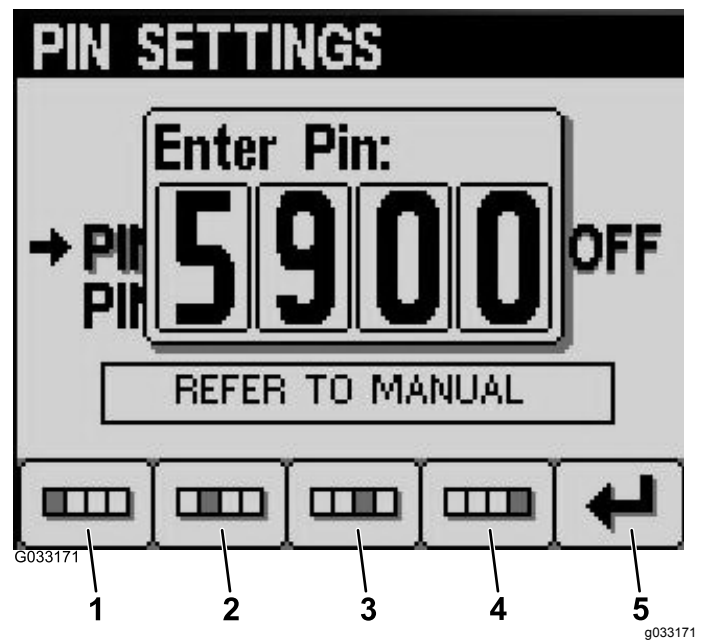

Figura 23
6. Introduzca el PIN predeterminado, 5900, en la pantalla Introducción del PIN, usando los botones 1 a 4 para seleccionar los dígitos, y pulse el botón 5 para terminar (Figura 23).